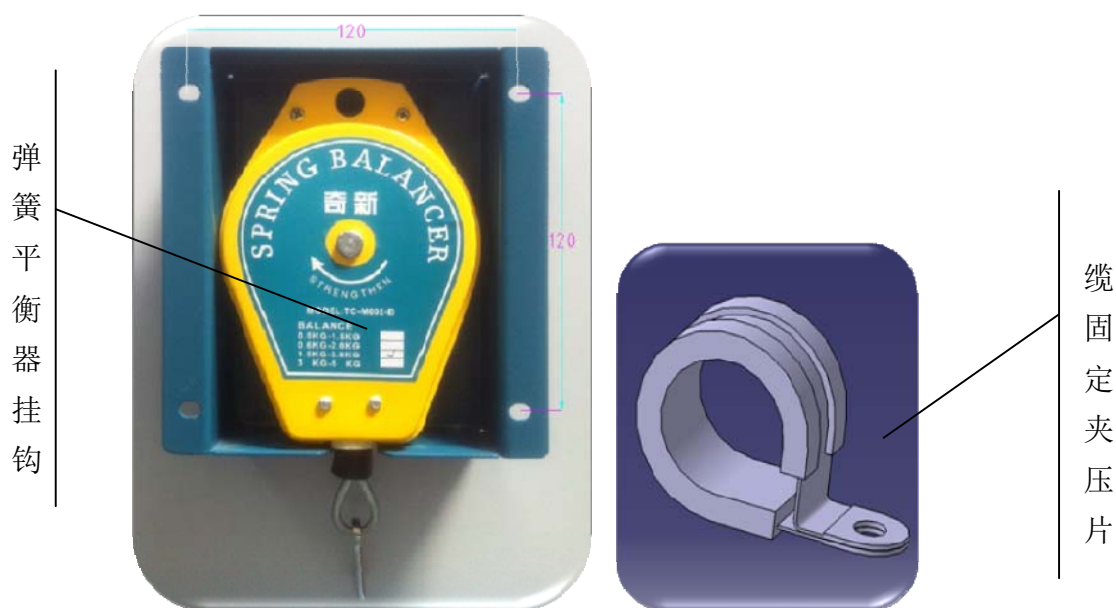

图43 弹簧平衡器以及线缆固定夹
- 使用 Φ6 的膨胀胶塞以及 M4*20 的自攻螺钉将弹簧平衡器固定在图 43 所示位置；